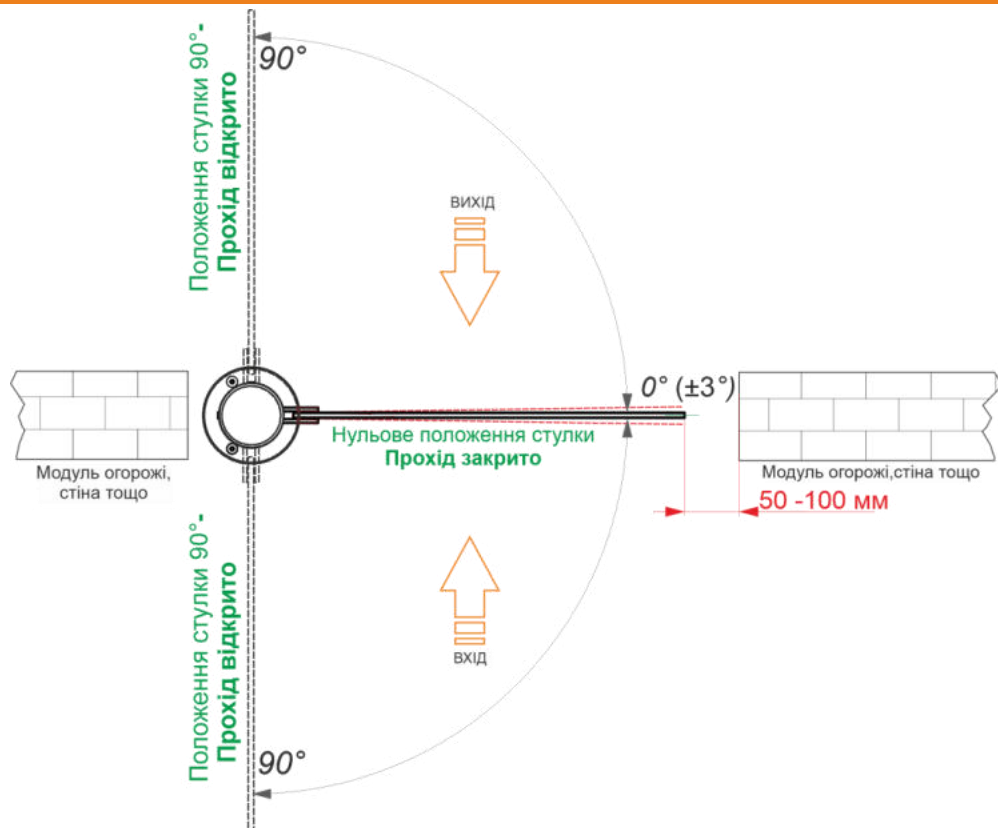
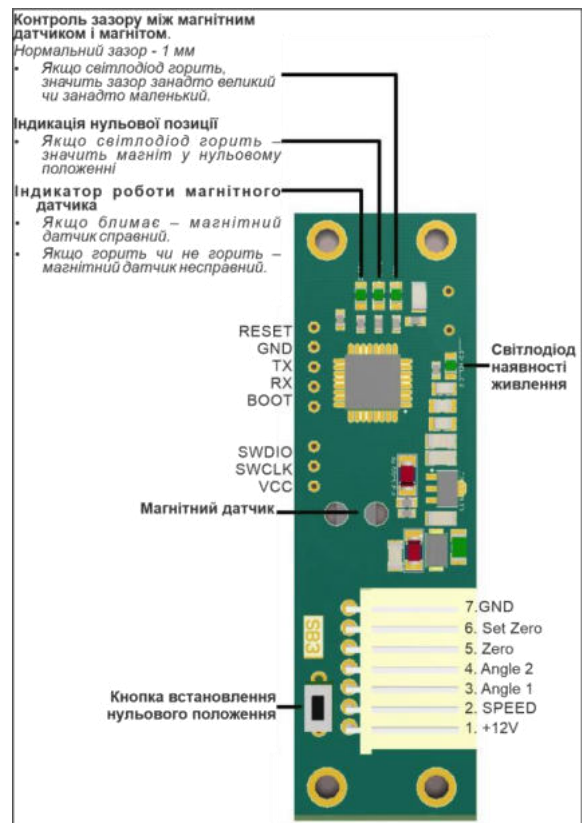

Рис. 11 – Стулка турнікету в нульовому положенні
Рис. 13 – Опис контролера магнітного датчика РСВ.730.01
2. Повернути фланець у нове нульове положення, орієнтуючись на мітку (2) (див.Рис.11);
3. На контролері PCB.730.01 магнітного датчика натиснути кнопку (3) встановлення нульового положення (більше 1 секунди);
4. Після відпускання кнопки (3), на платі магнітного датчика повинен загорітися світлодіод індикації нульового положення (див.Рис.13);